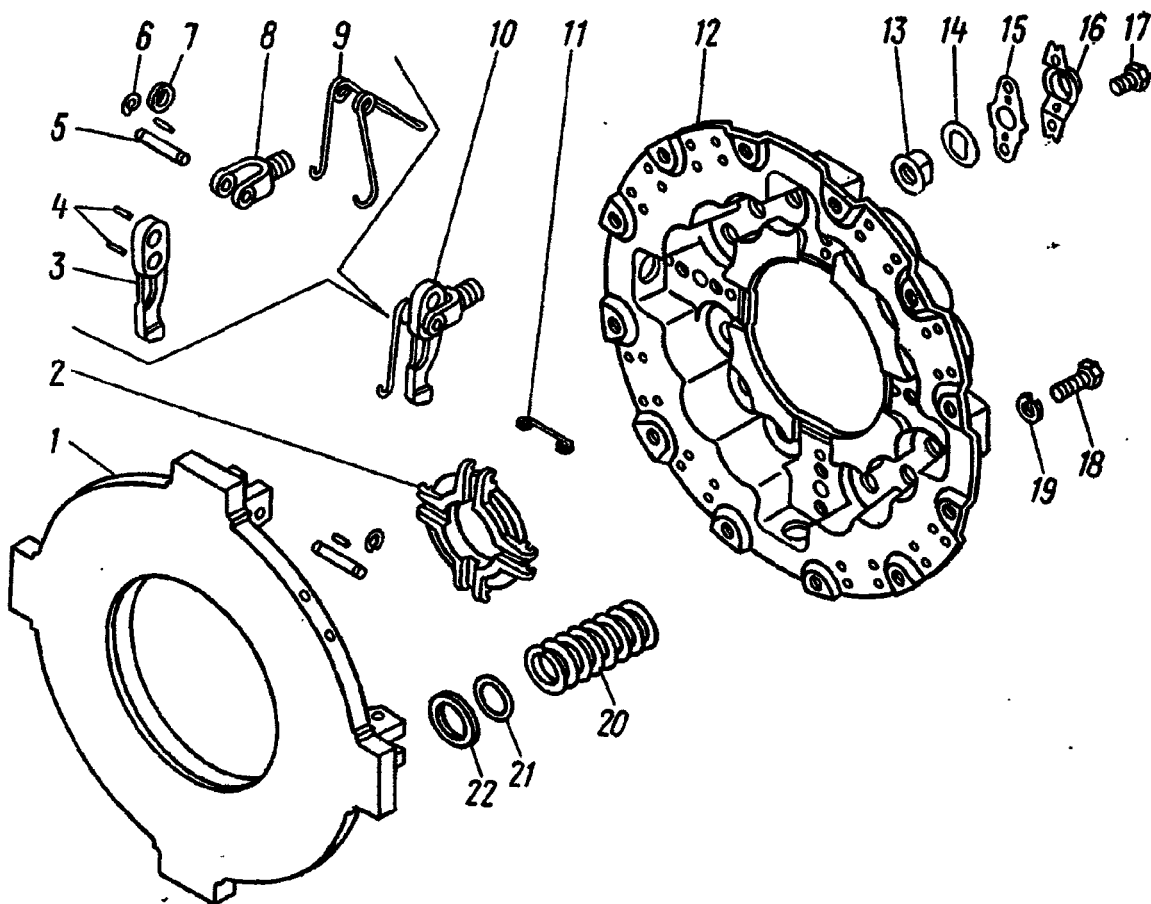

Рис. 123. Диск сцепления нажимной:
2. Отогните усы запорных пластин 16 (рис. 123), выверните болты 17 крепления запорных и опорных пластин и снимите опорные 15 и запорные 16 пластины	Зубило, молоток, сменная головка 13 мм, вороток
18. Установите в отверстие оттяжных рычагов 3 (см. рис. 123) с помощью технологических пальцев игольчатые ролики 4, соедините рычаги 3 с вилками 8, запрессуйте оси 5 рычагов, поставьте пружины 9, наденьте плоские шайбы 7 и стопорные шайбы	Верстак слесарный, посуда для роликов, посуда для смазки, деревянная лопатка, молоток, бородок, отвертка, технологические пальцы